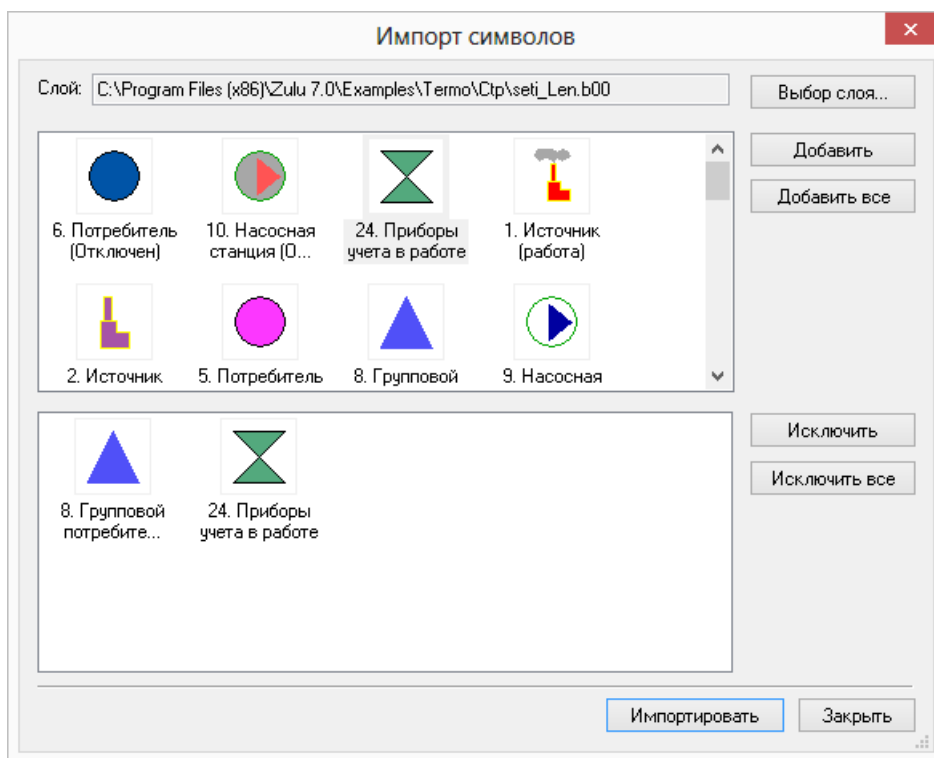

Рисунок 4.8. Окно импорта символов
6. Нажать кнопку Добавить или сделать двойной щелчок левой кнопкой мыши по символу. Выделенный символ появится в нижнем списке (смотрите Рисунок 4.8, «Окно импорта символов»). Таким же образом добавить необходимые символы.